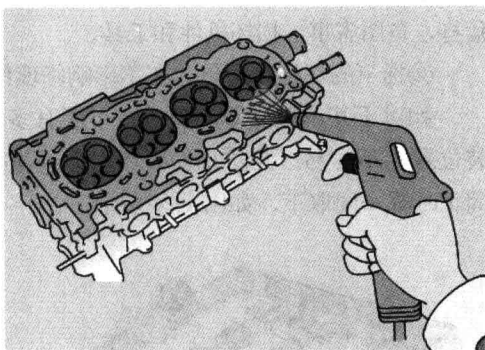

图1-6 用压缩空气吹干零件表面
①冷洗法。用柴油、汽油或煤油作为清洗剂，清洗后用压缩空气吹干，如图1-6所示。此法简便易行，但成本较高。